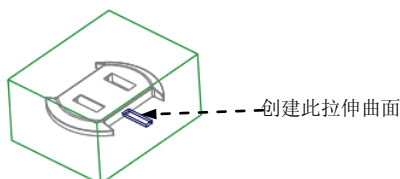
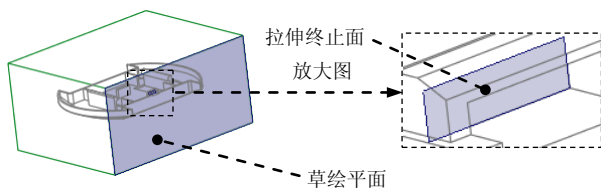

图 27.5 创建拉伸曲面
图 27.6 定义草绘平面
Step3. 通过拉伸的方法创建图 27.5 所示的拉伸曲面。单击 **编辑模具体积块** 操控板 **形状** 区域中的 **拉伸** 按钮，此时系统弹出“拉伸”操控板；选择 **视图** 功能选项卡 **模型显示** 区域中的“显示样式”按钮 ，按下 **消除** 按钮，将模型的显示状态切换到实线线框显示方式；右击，从系统弹出的菜单中选择 **定义内部草绘...** 命令；在系统的提示下，选取图 27.6 所示的模型表面为草绘平面，然后再选取 MOLD_FRONT 基准平面为参考平面，方向为 **右**。单击 **草绘** 按钮，此时进入草绘环境；进入草绘环境后，绘制图 27.7 所示的截面草图（使用“投影”命令绘制截面草图）。完成截面草图的绘制后，单击“草绘”操控板中的“确定”按钮 ；在操控板中选取深度类型 ，调整模型视图，选择图 27.6 所示的凹槽内部平面为拉伸终止面；在“拉伸”操控板中单击  按钮，完成特征的创建。